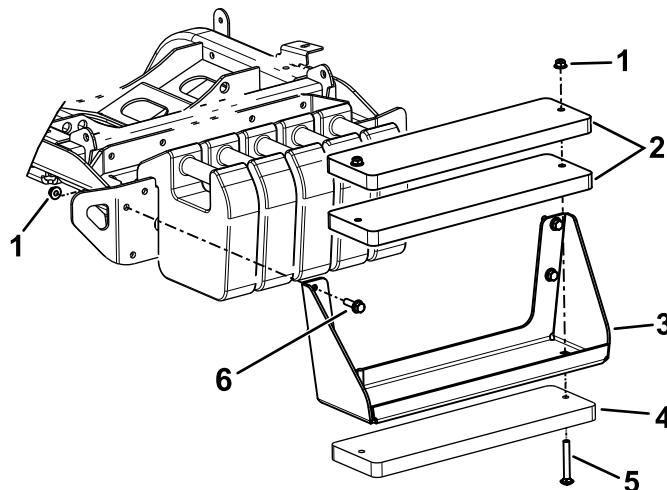

Figura 22
**Nota:** Fate riferimento a Figura 22 per questi passaggi.
- A. Utilizzate i bulloni ( $\frac{3}{8}$ " x 4") e i dadi ( $\frac{3}{8}$ " per fissare le 3 zavorre alla staffa (Figura 22).
- B. Utilizzate i bulloni a testa esagonale e i dadi (inclusi nel kit) per fissare la staffa della zavorra alla macchina (Figura 22).
- A. Rimuovete la staffa della zavorra dalla macchina (Figura 22).
- C. Utilizzate i bulloni ( $\frac{3}{8}$ " x 4") e i dadi ( $\frac{3}{8}$ " per fissare le 3 zavorre alla staffa (Figura 22).
- D. Utilizzate la bulloneria rimossa in precedenza per fissare la staffa della zavorra alla macchina (Figura 22).